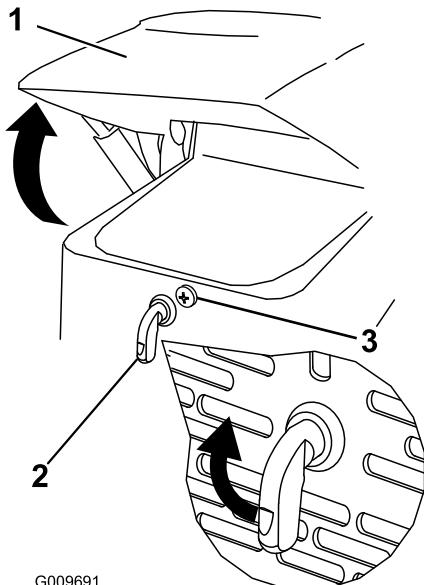

Рисунок 27
1. Ослабьте запорный винт капота (Рисунок 27)
2. Поверните защелку капота по часовой стрелке (Рисунок 27).
3. Откиньте капот вверх (Рисунок 27).
3. Затяните запорный винт капота, чтобы закрепить защелку (Рисунок 27).